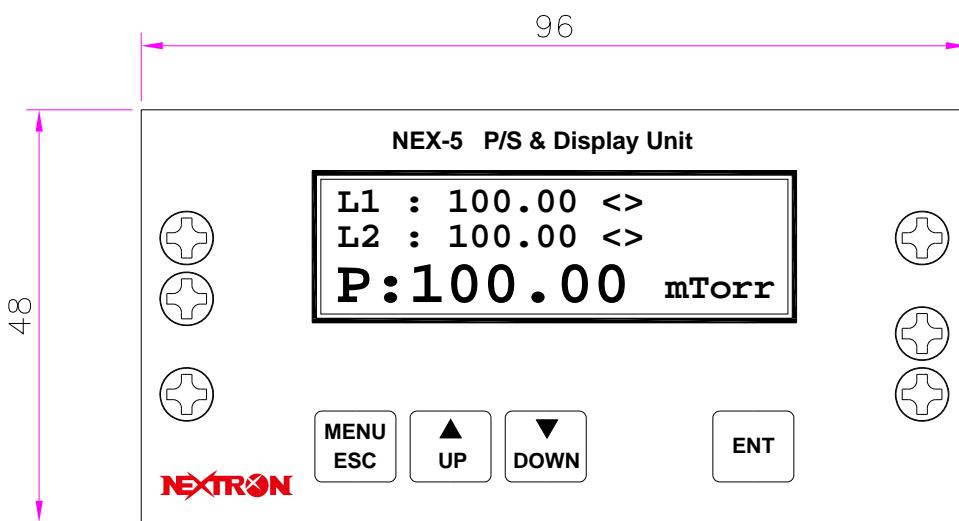
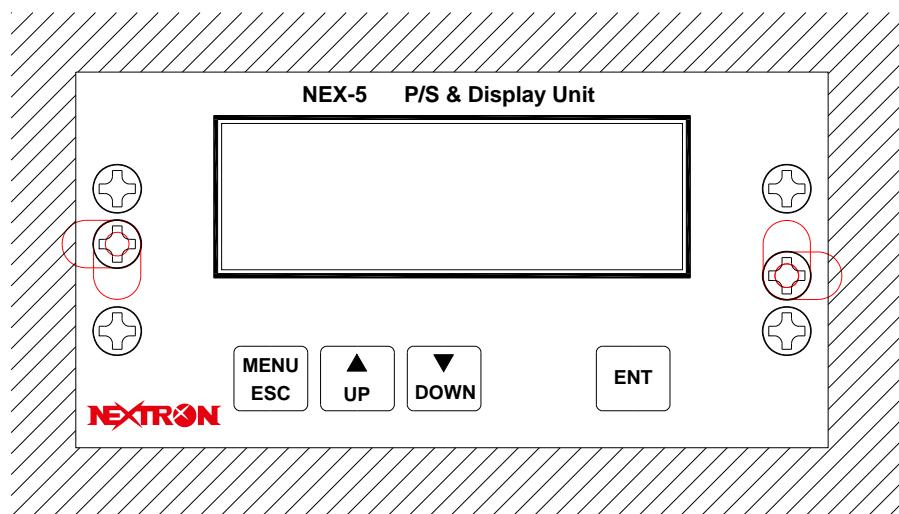

Figure 1 : Front Panel of the GPD-5 Unit
Figure 4 : Mounting of the NEX-5 Unit
2. Figure 1, 2, 3을 참조하여 Cutting한 Panel에 집어 넣은 다음 mounting pawl의 시계방향으로 돌아 cutting panel에 물리도록 한 다음 Figure 4와 같이 조여 채결한다.